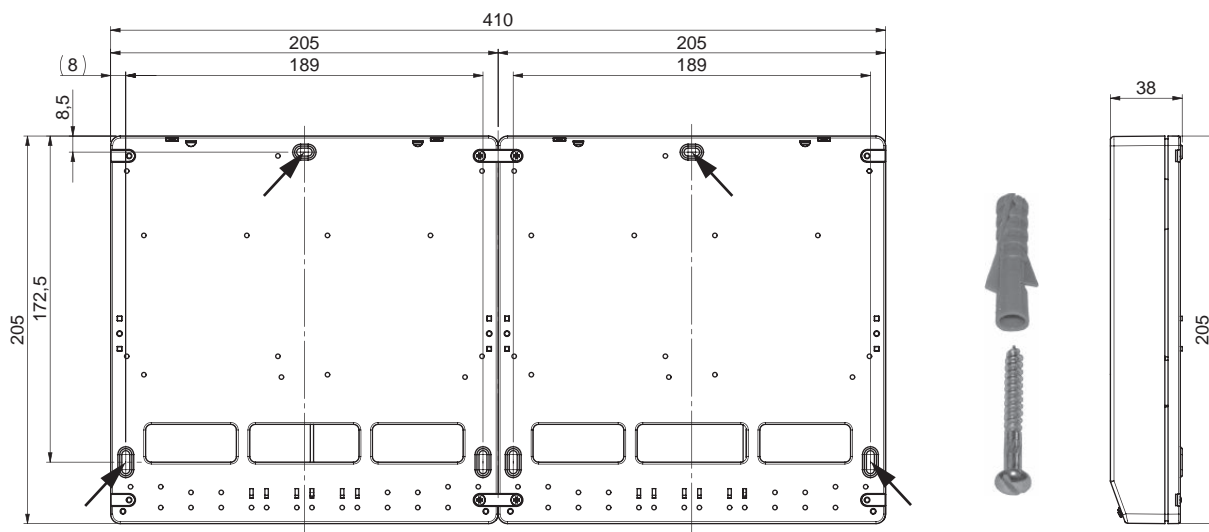

Fig. 34 Maßskizze - Ansicht von hinten
- ▶ Montagelöcher (Ø 6 mm) laut Skizze (Fig. 34) in die Mauer bohren .